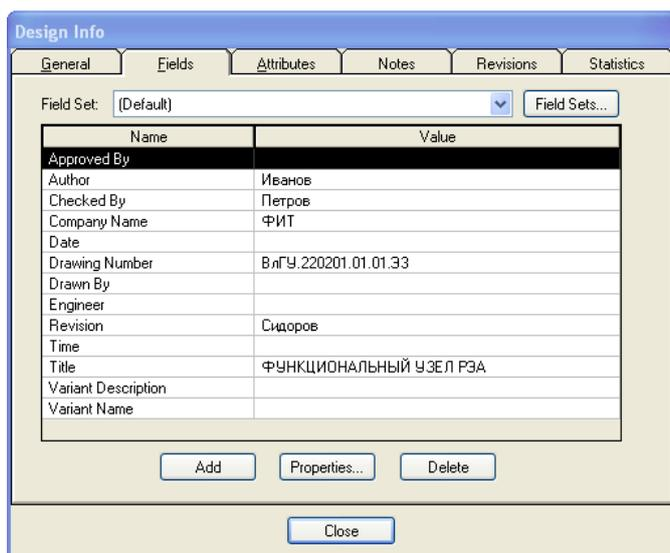

Рис. 2.2. Пример заполнения информационных полей
3. Выбрать команду **File Design Info** и заполнить информационные поля диалогового окна. Для этого в поле **Fields** выбрать необходимую строку и нажать клавишу **Properties**. Откроется окно **Field Properties**. Здесь в поле **Value** ввести необходимую информацию и нажать клавишу **OK**. В окне **Design Info** нажать клавишу **Close**. Пример заполнения информационных полей приведен на рис. 2.2.